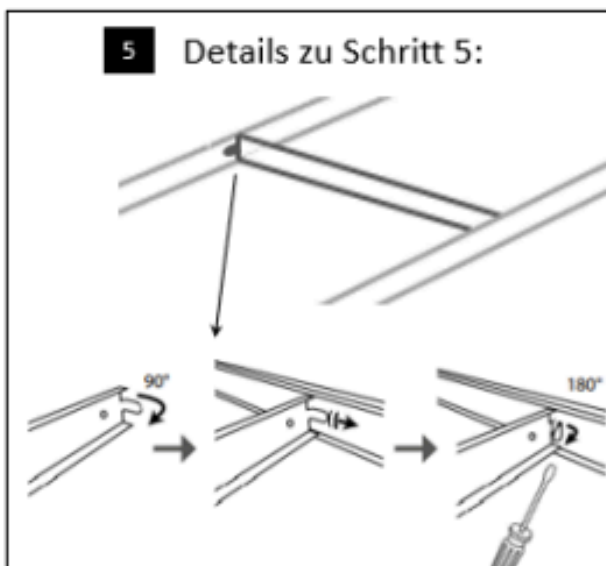

Abbildung 5
- **Schritt 5:** Die 5 Querstreben (Bauteil F) dann mittig jeweils zwischen den beiden Längsstreben im 90 Grad-Winkel in die Längsstreben an der dafür vorgesehenen Nut einstecken. Dann mit dem Schraubendreher die Zunge an der Nut umklappen (siehe Abbildung 5).